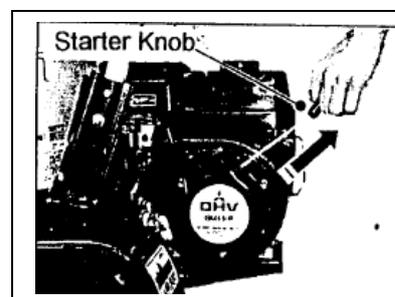

Figure 7
- Tirer la corde du démarreur. Lorsque le moteur a démarré, repoussez le starter. (Figure 7)